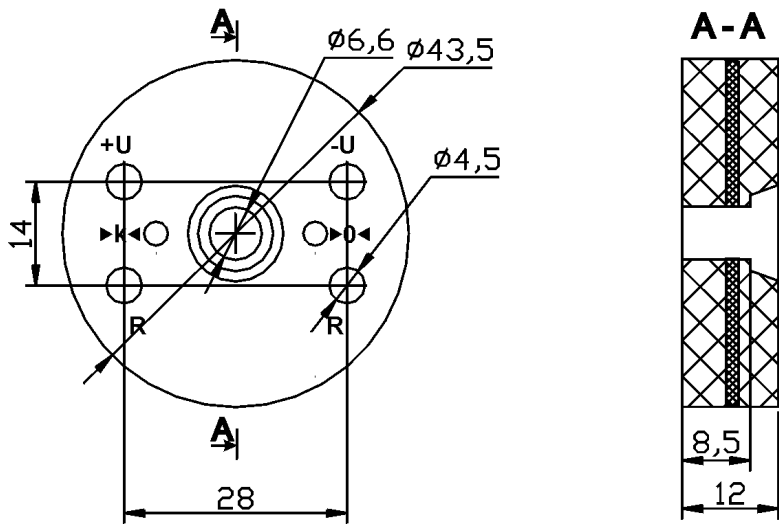

Рис. 1.
5.3. На внешнюю поверхность корпуса преобразователя (рис.1) выведены: